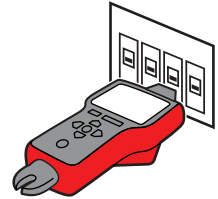
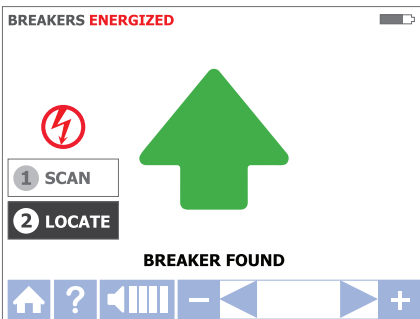

Afbeelding 3.4c
Afbeelding 3.4d
- b. Scan elke onderbreker/zekering gedurende een halve seconde door deze aan te raken met de Tip Sensor. Controleer of de groef op de Tip Sensor in de lengte parallel loopt met de stroomonderbreker/zekering (zie afbeelding 3.4d)
- a. Selecteer de modus ZOEKEN met de richtingspijlen om deze bedieningsmodus te markeren en druk op de gele "ENTER"-knop. (zie afbeelding 3.4c)
- b. Scan elke onderbreker/zekering opnieuw door deze gedurende een halve seconde aan te raken met de Tip Sensor. De actieve rode pijl geeft een scanproces aan (zie afbeelding 3.4c). Zorg dat de groef op de Tip Sensor in de lengte parallel loopt met de stroomonderbreker. (Zie afbeelding 3.4d)